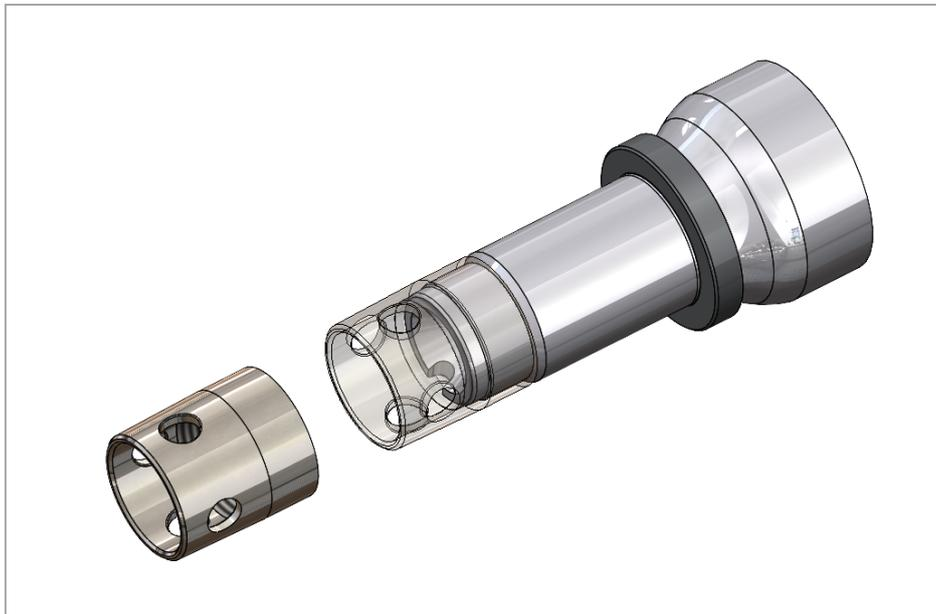

Рис. 9. Установка муфты защиты на резьбу цапфы.
1) Установите муфту защиты на резьбу цапфы (рис. 9).